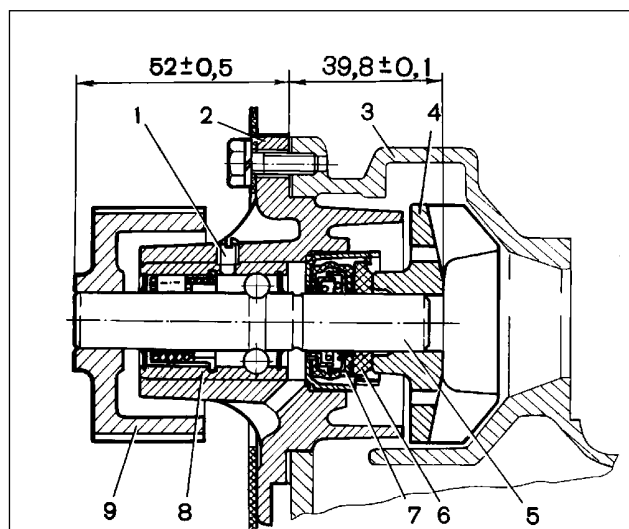

Abb. 2-77. Wasserpumpe. Kontrollmaße zur Montage:
- das Lager mit der Welle aufpressen, so daß die Bohrungen für die Sperrschraube 1 (Abb. 2-77) übereinstimmen;
- das Flügelrad und danach das neue Zahnrad 9 mittels der Vorrichtung 67.7820.9527 aufpressen. Auf Maße $52 \pm 0,5$ mm und $39,8 \pm 0,1$ mm achten (Abb. 2-77);